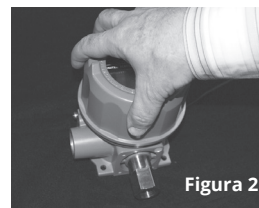

Figura 2
- 1 Remova a tampa do gabinete girando-a no sentido anti-horário sete voltas (Figura 2).